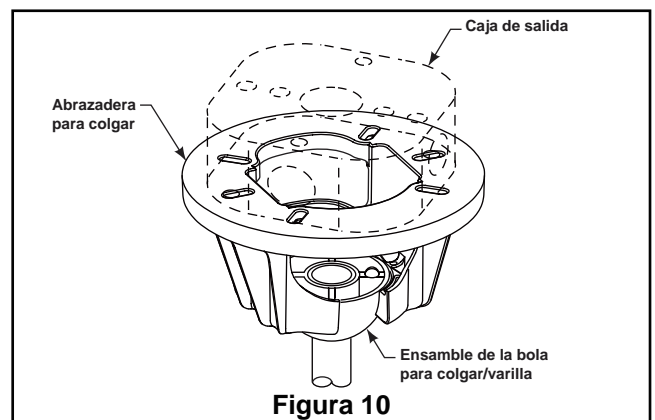

Figura 10
2. Levante cuidadosamente el ventilador y coloque el ensamble de la bola para colgar/varilla en la abrazadera para colgar que acaba de fijar a la caja de salida. Asegúrese de que la ranura de la bola esté alineada con la lengüeta de la abrazadera para colgar. (Figura. 10)